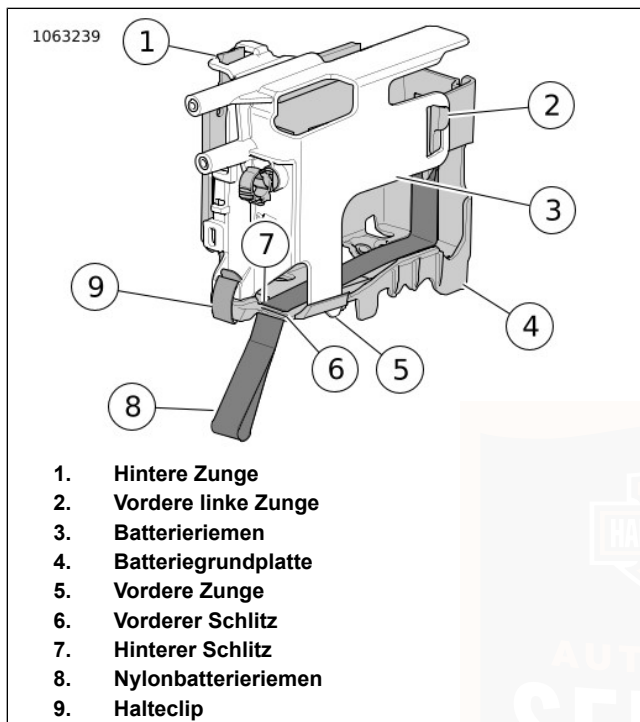

Abbildung 70. Batterieriemen und -grundplatte: (zur besseren Sicht ausgebaut)
7. Entfernen Sie die WSS Verkabelung (2) von den Kabelführungen und dann die Verkabelung aus den Batterieriemen.
8. Siehe Abbildung 70. Den Batterieriemen abnehmen.
- a. Den Halteclip (9) lösen.
- b. Die hintere Zunge (1) vom Batterieriemen (3) zur Batteriegrundplatte (4) abklemmen.
- c. Die vordere linke Zunge (2) vom Batterieriemen zur Batteriegrundplatte abklemmen.
1. Siehe Abbildung 70. Die Batterie einbauen.
- a. Den Nylonbatterieriemen (8) am Boden der Batteriegrundplatte (4) platzieren.